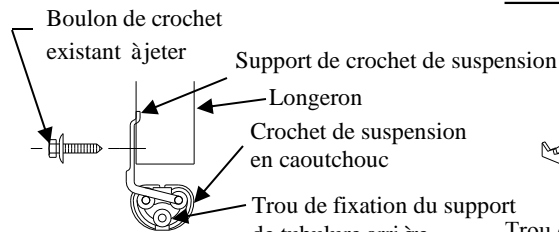
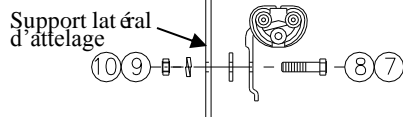

FIGURE 3
FIGURE 4
Refixer le support de tuyau d'échappement (côté passager) dans ce trou - Lincoln Town Car 2003 et ultérieur seul. Voir figure 4
REMARQUE : Sur les modèles 2003 et ultérieurs de la Lincoln Town Car, il sera nécessaire de repositionner le support de tuyau d'échappement côté passager de la manière suivante : Déboullonner le support du crochet de suspension du cadre de châssis. Retirer le crochet de suspension de son support et du support de tubulure arrière d'échappement (voir figure 3). Faire pivoter le crochet de suspension en caoutchouc et remettre son support en place, comme illustré à la figure 4. **NE PAS** refixer le crochet au support de tubulure arrière d'échappement pour le moment. Se débarrasser du boulon du support de tuyau d'échappement existant.
- En utilisant l'attelage comme gabarit, percer quatre (4) trous dans les longerons de châssis. Les trous arrière doivent être percés le plus près possible du centre du véhicule.
- Refixer le support de tuyau d'échappement comme illustré à la figure 4. Serrer toute la visserie M8 au couple de serrage de 20 lb-pi. (27 N*M)